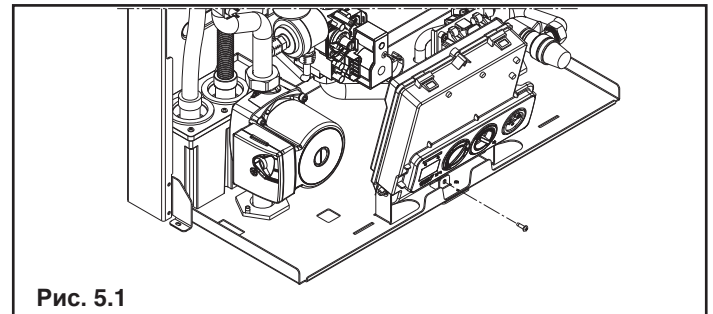

Рис. 5.1
- отвинтите крепёжный винт панели управления, опустите её на себя (рис. 5.1)